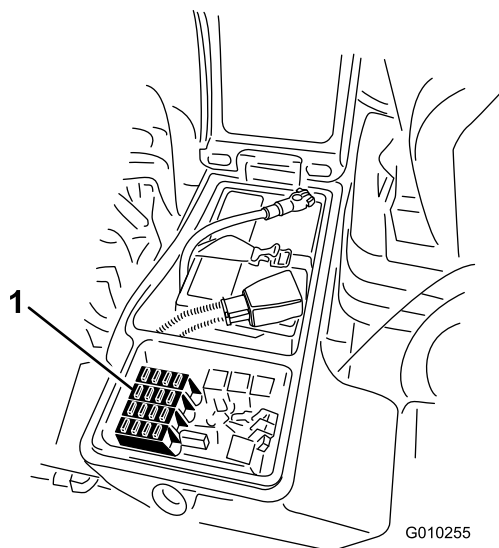

Figure 48
1. Ouvrez le verrou du couvercle du bac de rangement droit et soulevez le couvercle (Figure 47) pour exposer le porte-fusibles (Figure 48).
2. Remplacez le(s) fusible(s) dans les emplacements libres selon les besoins (Figure 48).